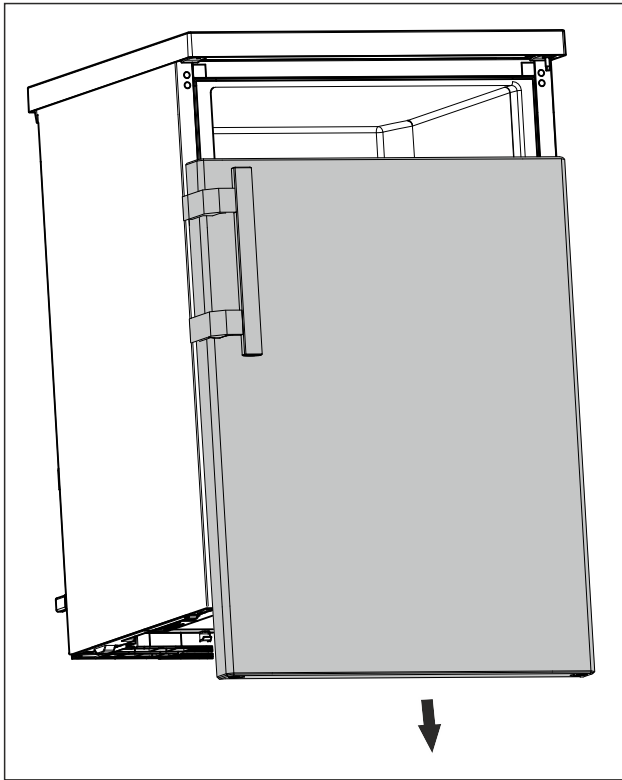

Fig. 16
- ▶ Ota ovi alaspäin pois. (katso Fig. 16)